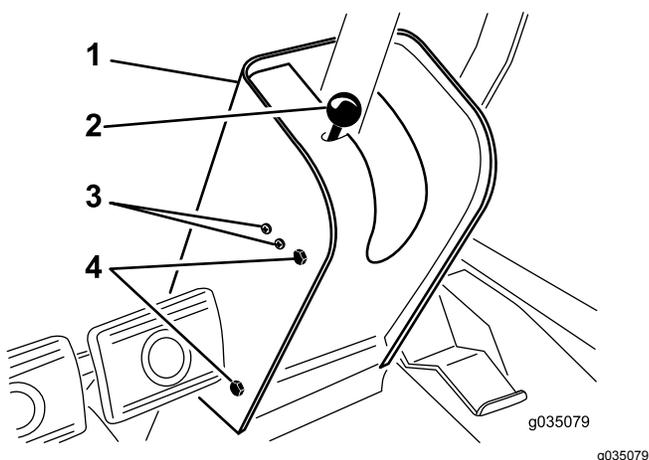

Figura 72
2. Retire el pomo de la varilla del freno de estacionamiento y retire los tornillos de la cubierta de la columna de dirección (Figura 72).
4. Afloje los tornillos y las tuercas que sujetan el interruptor del freno de estacionamiento al lado izquierdo de la columna de dirección (Figura 72).